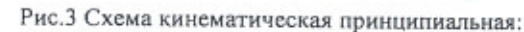
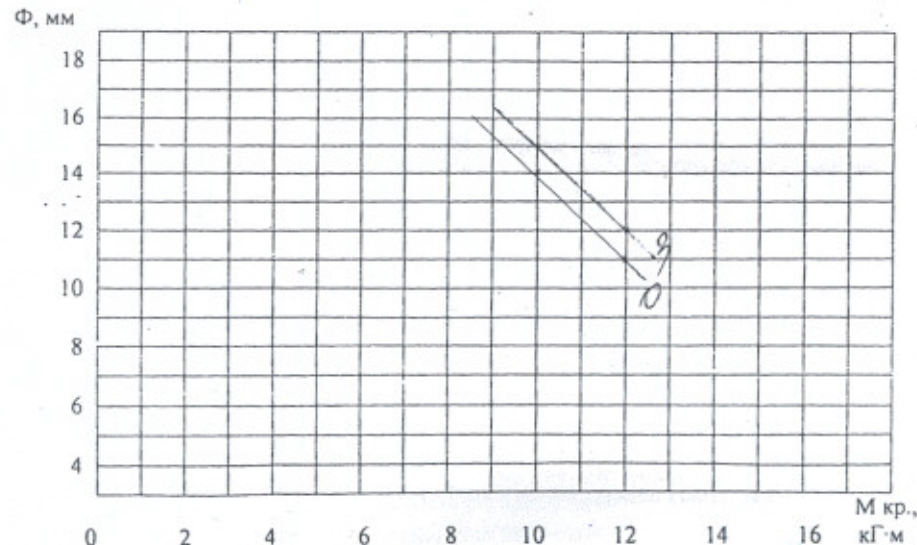

Рис. 4. Регулирование муфты крутящего момента
Рис. 5. График настройки крутящего момента
5.9 Регулирование муфты крутящего момента выполняется установкой размера $\emptyset$ (рис.4). Размер $\emptyset$ следует устанавливать в зависимости от требуемого крутящего момента по графику (рис.5) с точностью «плюс-минус» 0,2 мм. Линии графика, определяющие зависимость размера $\emptyset$ от крутящего момента, для разных направлений вращения могут не совпадать и проводятся в виде двух линий: первая «З» – для закрывания, вторая «О» – для открывания.